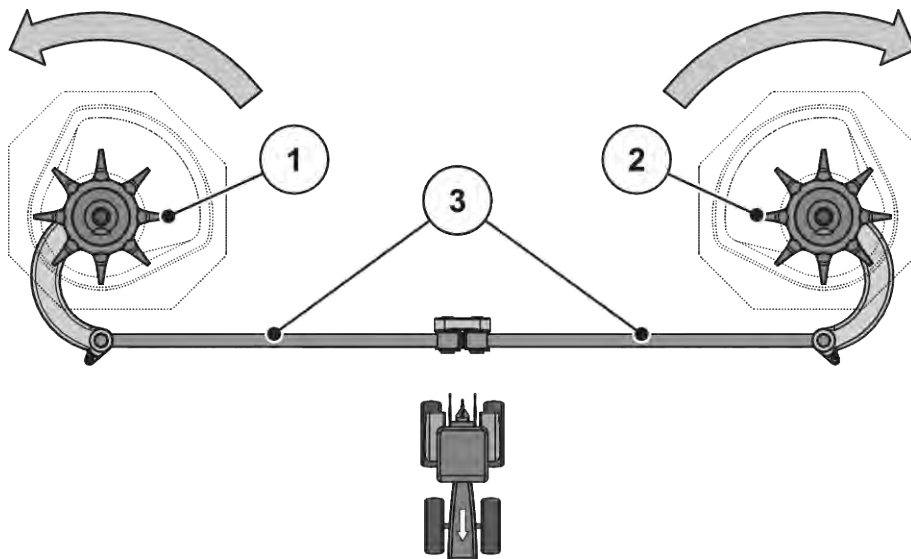

Рис. 53: Перевірка привода мішалки
► Прокрутіть змішувальну головку рукою **в напрямку руху розкидального диска**. Див.. Рис. 53 Перевірка привода мішалки.
► Із силою прокрутіть змішувальну головку рукою або за допомогою ремінного ключа для масляного фільтра **проти напрямку руху розкидального диска**. Див. Рис. 53 Перевірка привода мішалки